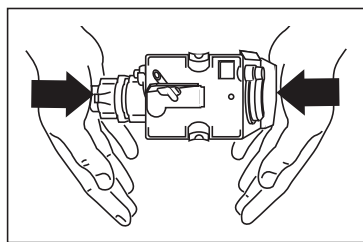

Рис. 43
**Примечание:** Если варочная группа тяжело вставляется, сначала с силой сожмите ее до нужного размера, надавив снизу и сверху (Рис. 43).
- ▶ После установки убедитесь, что красные кнопки вернулись в исходное положение; в противном случае служебная дверца не может быть закрыта (Рис. 43).